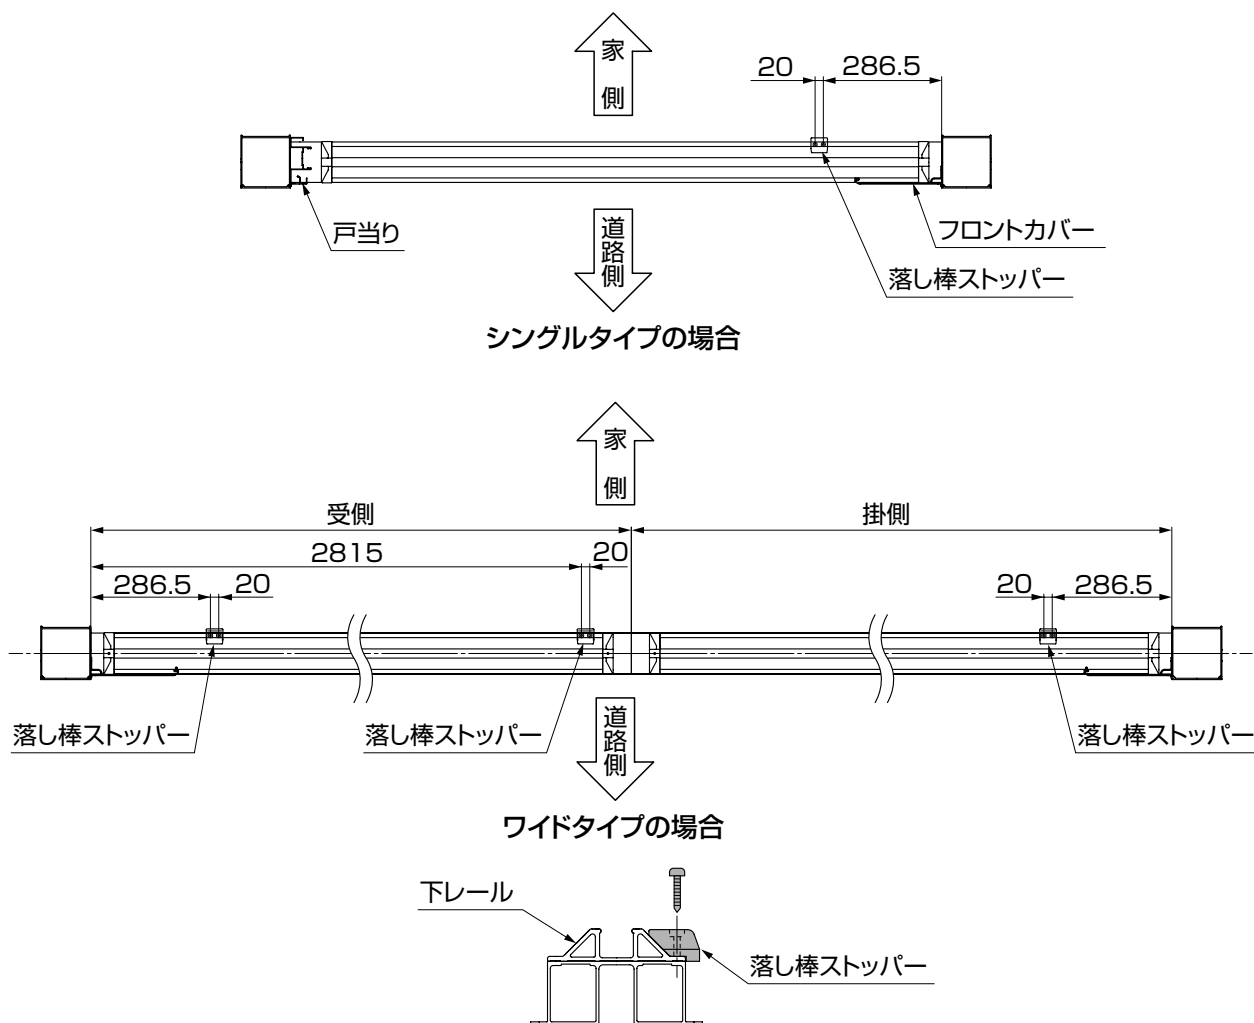

図12-4
⑥指定の寸法位置にφ3.5の下穴をあけ、落とし棒ストッパーを【6-13】で取付けてください。(図12-4、図12-5参照)